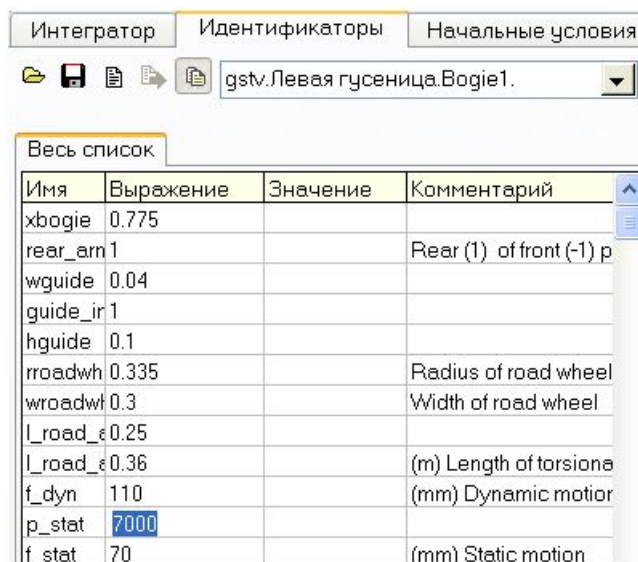
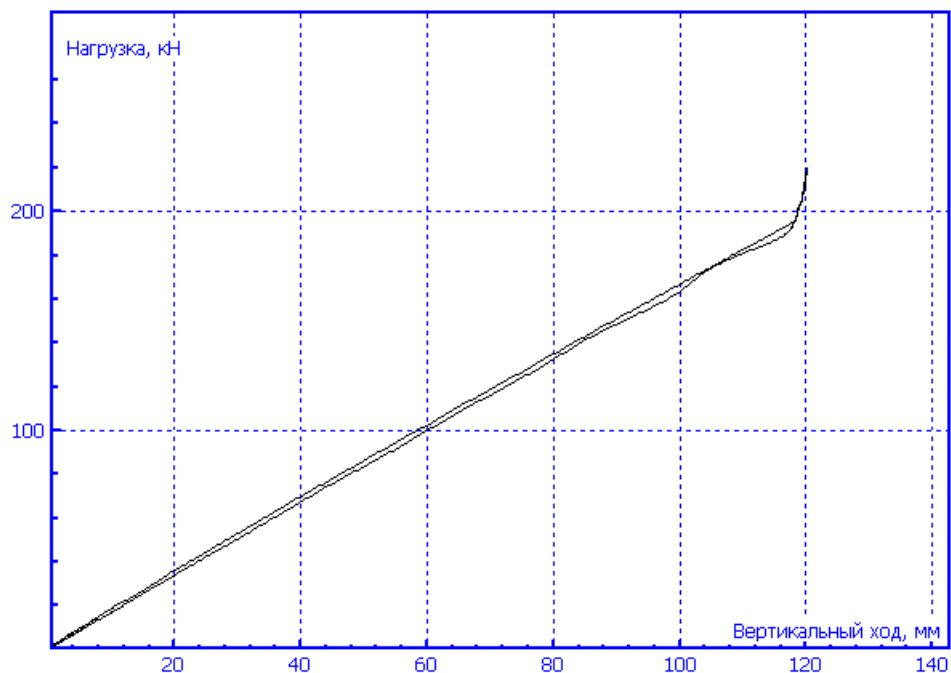

Рис. 40 Модификация параметров
Рис. 53 Результат теста «вертикальная прокачка»
3) Выполните тест. Результаты в нашем случае представлены на рис. 53. Выход на ограничения вертикального прогиба колес происходит при значении вертикального хода, близкого к заданному значению 110 мм, параметризованному идентификатором  $f\_dyp$ , рис. 40.